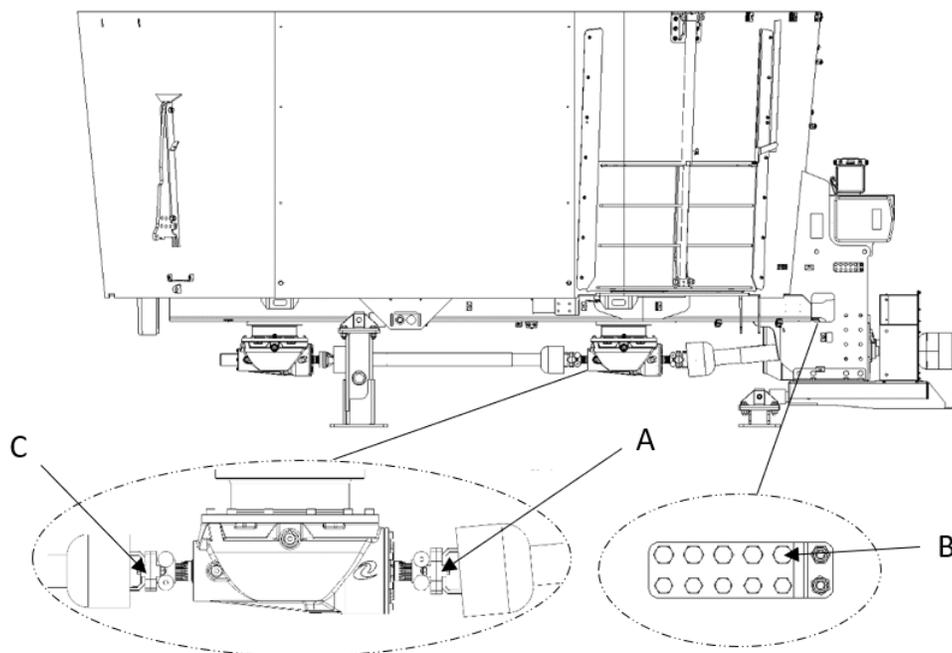

Figure 20 — Boulons de sécurité et limiteurs de couple des SMARTMIX stationnaires à deux vis
planétaires d'entraînement des vis de mélange (repère A, Figure 20). Le deuxième limiteur est situé après le premier boîtier d'entraînement de la vis arrière (repère C, Figure 20).
En cas de rupture du boulon de cisaillement de la vis avant (repère A, Figure 20) :
3. Retirez le morceau de boulon du limiteur (repère A, Figure 20).
4. Installez un nouveau boulon (disponible sur le support des boulons de rechange) (repère B, Figure 20).
En cas de rupture du boulon de cisaillement de la vis arrière (repère C, Figure 20) :
3. Retirez le morceau de boulon du limiteur (repère C, Figure 20).